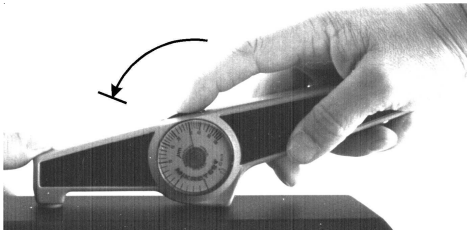

Bild 1
- b. Drehen Sie das Skalenrad nach vorn bis zum Anschlag (s. Bild 1).